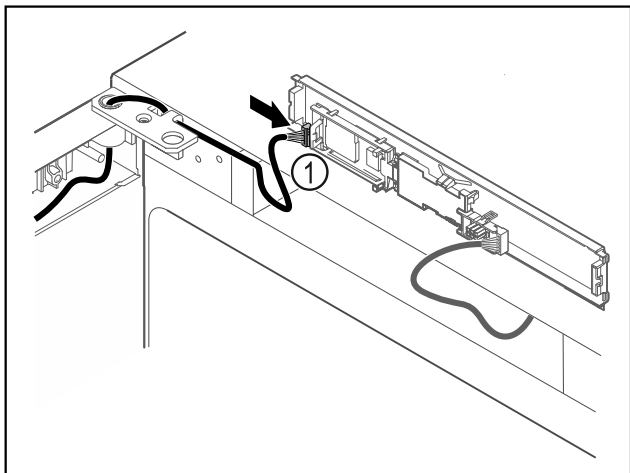

Fig. 65
- ▶ Включете щекера Fig. 65 (1) на платката.